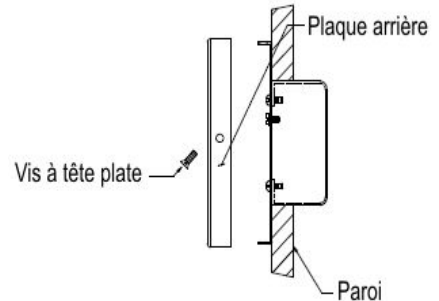

FIGURE-02
5. Fixer le luminaire à l'anneau de montage à ailette et l'assurer à l'aide des vis à tête plate. (Voir figure-02).